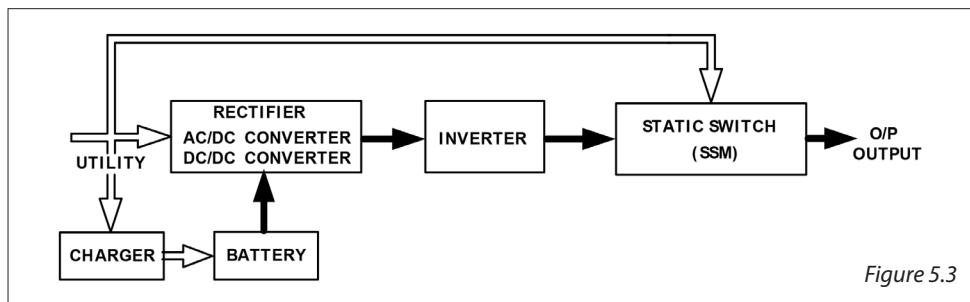

Figure 5.3
3. Lors d'une panne, l'onduleur fonctionnera comme indique Figure 5.3. Lorsque les batteries sont faiblement chargées, le biper sonnera en continu jusqu'à ce qu'elles soient complètement déchargées. La protection batterie faible de l'onduleur permet l'arrêt de l'alimentation à un niveau déterminé pour éviter la vidange des batteries.